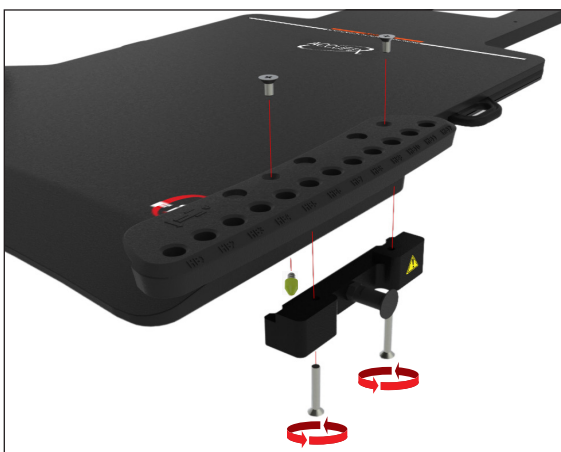

Fig. 1
1. Instale os adaptadores em cada Hand Grip Array com 2 parafusos de ¼-20 x 1 ½" (cada) (Fig. 1).